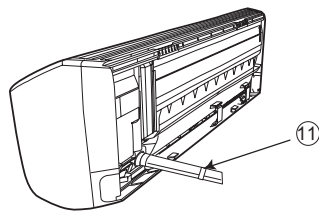

图7
(1) 当要把铜管从后面引出时, 将铜管、排水管和连接电缆一起用附件⑪胶带绷紧。(图7)